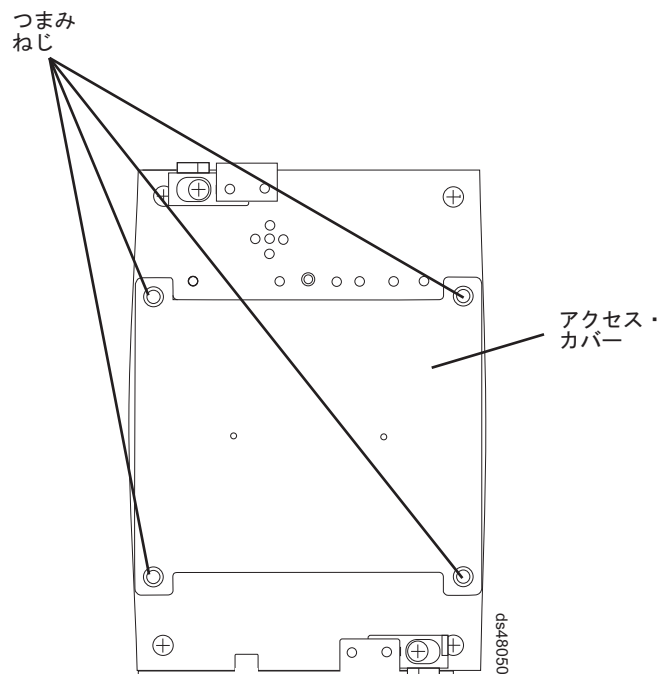

図 135. 相互接続バッテリー・ユニットのバッテリー・アクセス・カバー
6. バッテリー・アクセス・カバーをコンポーネントに固定しているつまみねじを取り外して、相互接続バッテリー・ユニットからカバーを取り外します。図 135 に、相互接続バッテリー・ユニットのアクセス・カバーと取り付けねじを示します。